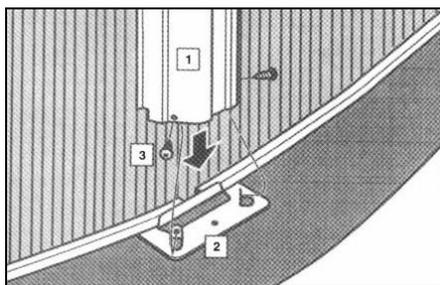

fig. 27
- a. Allineare la parte inferiore di uno dei profili verticali (VER) (1), con le due piccole linguette delle placche base T1 (2). Le linguette devono essere all'interno del profilo verticale (fig. 27).
- b. Allineare gli orifizi per collocare le viti TO2 (3), ad entrambi i lati del profilo verticale, assicurandosi che siano fissati nei buchi delle linguette della placca T1 (2), (fig. 27).